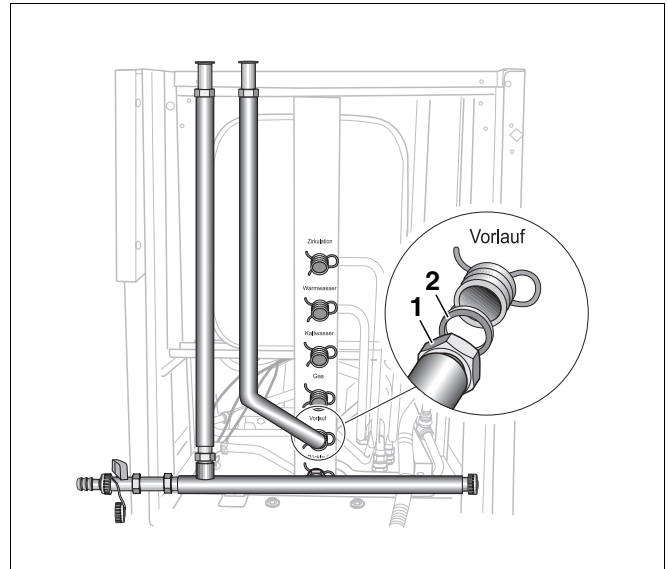

Abb. 11 Anschlussrohr VK anschließen
- Anschlussrohr VK (Abb. 11, **Pos. 1**) mit eingelegter Dichtung (Abb. 11, **Pos. 2**) an den Anschluss „Vorlauf“ des Heizkessels anschließen und mit einem Schraubenschlüssel SW 30 festziehen.